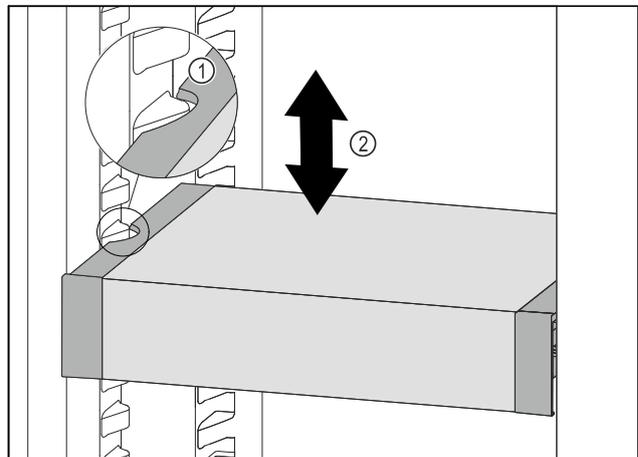

Fig. 137
- ▶ Tirer le VarioSafe vers l'avant jusqu'à ce que les encoches latérales du VarioSafe soient à la hauteur de la nervure du bac dans la partie réfrigérateur. Fig. 137 (1)
- ▶ Déplacer le VarioSafe vers le haut ou vers le bas dans la partie réfrigérateur jusqu'à ce que la hauteur souhaitée soit atteinte. Fig. 137 (2)